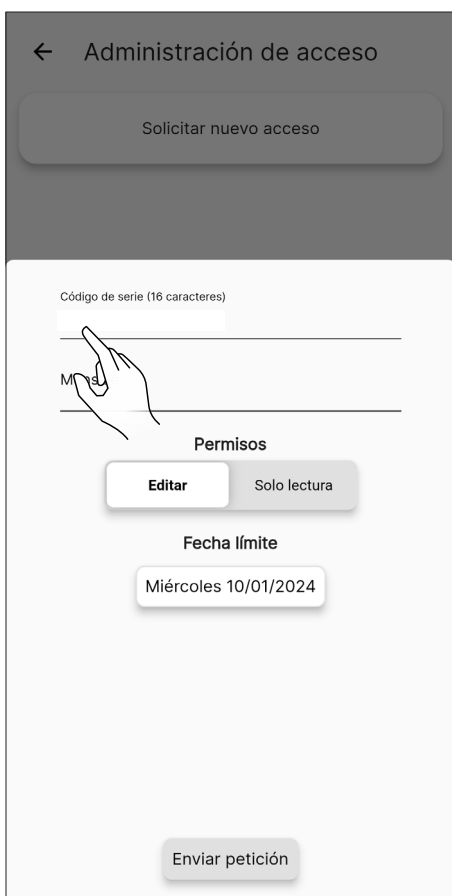

Fig. 8.29
- se abrirá una ventana de diálogo (Fig. 8.29)